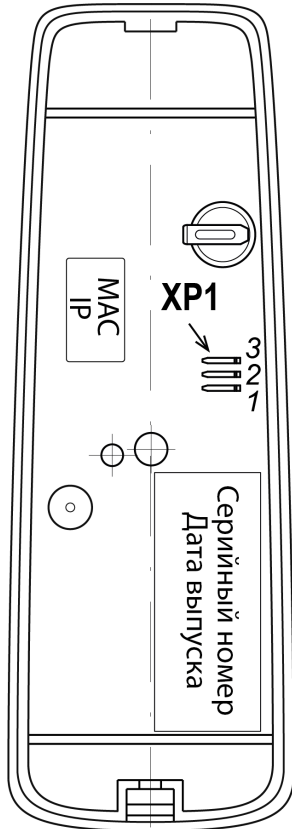

Рисунок 1. Внешний вид тыльной стороны контроллера
Выбор способа задания IP-адреса контроллера осуществляется установкой или снятием перемычки (джампера) на разъем **XP1** на тыльной стороне контроллера. Расположение разъема **XP1** указано на рис. 1. Возможны следующие способы задания IP-адреса:
6. При необходимости изменения способа задания IP-адреса контроллера (см. разд. 5.7) установите переключку (джампер) на разъем **XP1** согласно табл. 1. Расположение переключки указано на рис. 1.